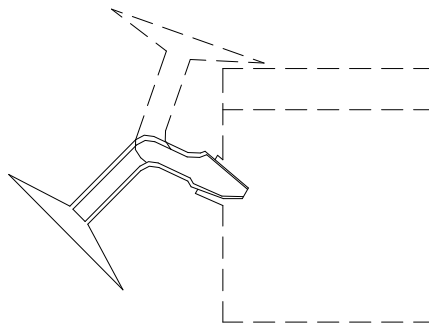

图7-2进样器进样
- 3、取下电解池进样口旋塞，把进样器按图7-2中实线所示插入进样口。将固体进样器旋转180度，如图7-2虚线所示，使试样落入试剂中，一直到测定完毕。固体试样落入试剂时不得接触到电解电极和测量电极。